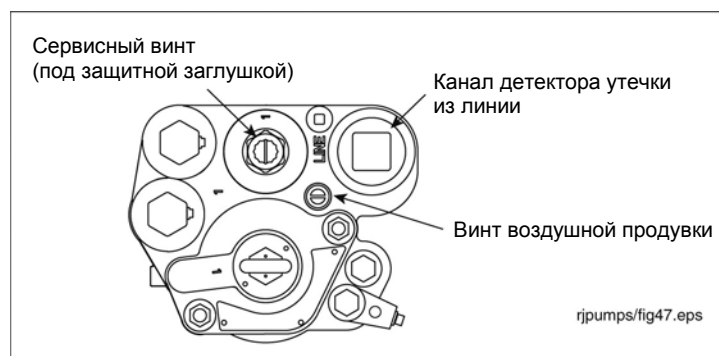

Рисунок 22. Местоположение заглушки выпускного канала для датчика утечки из линии
2. Снимите и отложите защитную заглушку сервисного винта и поверните его по часовой стрелке (см. рисунок 22). Когда винт приблизится к нижнему положению, начнется сброс давления из системы (это можно определить на слух). Продолжайте вращать винт до упора. После того, как винт дойдет вниз до упора, отверните его на 4 оборота, чтобы открыть обратный клапан и дать топливу стечь из полостей манифольда.
6. Поверните винт воздушной продувки на 2–3 оборота против часовой стрелки (см. рисунок 22).